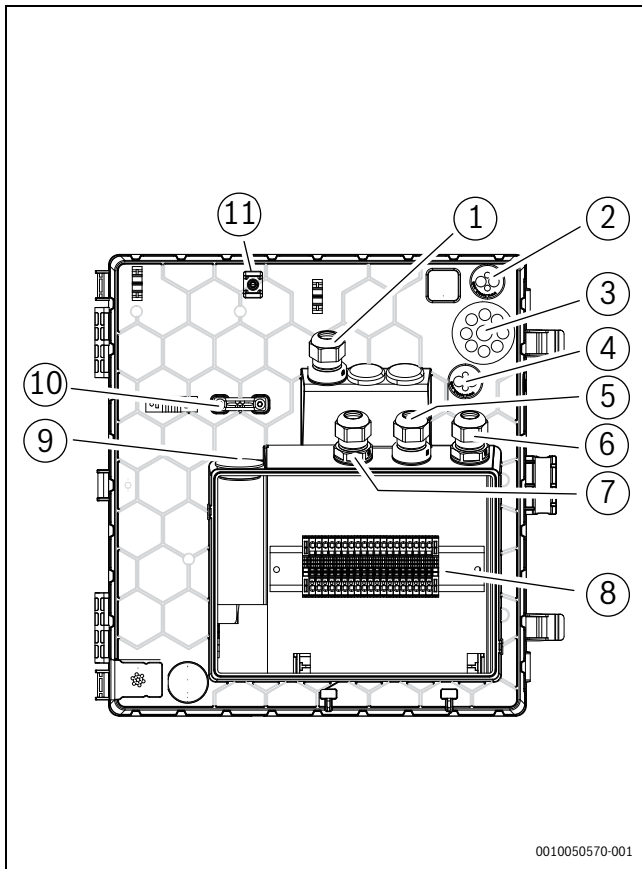

Bild 33 Kabeldurchführungen zum Klemmenkasten
3. Kabel in den Klemmenkasten führen (→Abbildung 33).
Bei Kabeldurchführungen (→Abbildung 33 [2], [3], [4], [10]) genügt ein kleiner Einstich in die Membran, dann können die Leitungen durchgeschoben werden.
- ▶ Nach dem Einführen der Kabel die Kabelverschraubungen festziehen (→Abbildung 33 [1], [5], [6], [7], [8]).
- ▶ Die festgelegten Befestigungspunkte [12] für die Befestigung der durch die Einführungen geführten Kabel verwenden (→Abbildung 33 [2], [3], [4]).